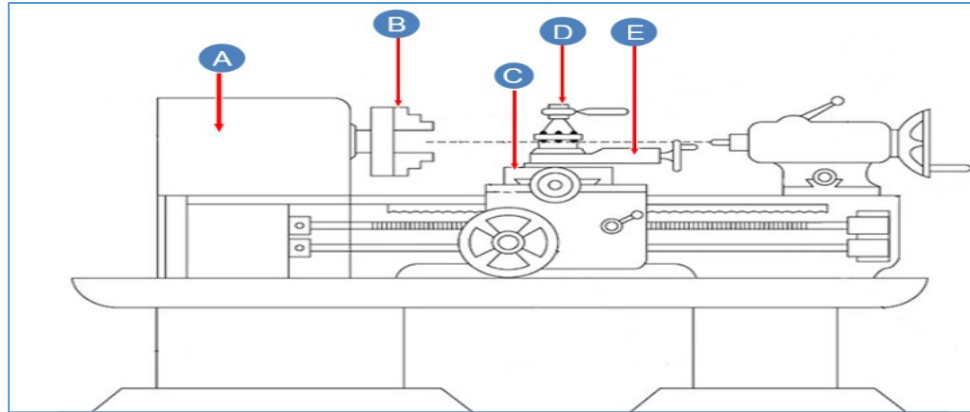

Figure 2(a) / Rajah 2(a)
- a) Name the **FIVE (5)** parts of lathe machine as shown in Figure 2(a).
*Namakan **LIMA (5)** bahagian mesin pelarik seperti yang ditunjukkan dalam Rajah 2(a).*